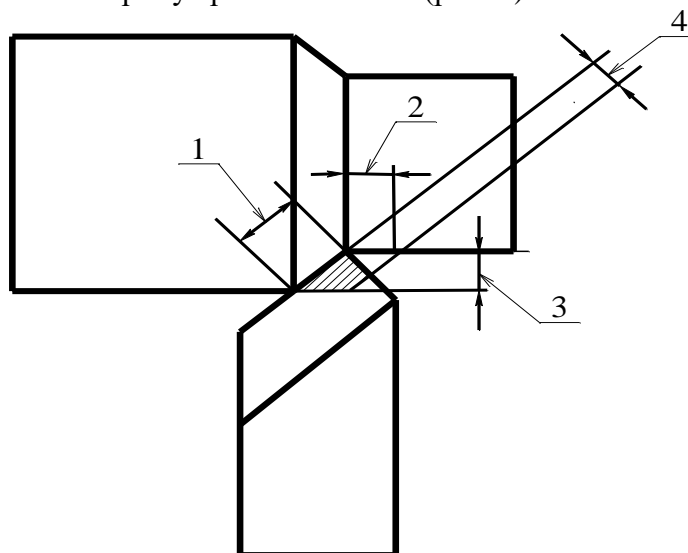

Рис. 1
2. Определите ширину срезаемого слоя (рис. 1)